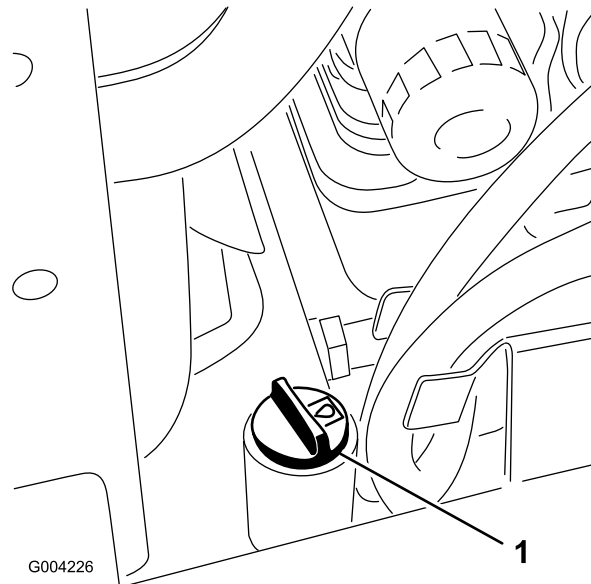

Figura 17
5. Pulite la zona intorno al collo del bocchettone del serbatoio idraulico (Figura 17).